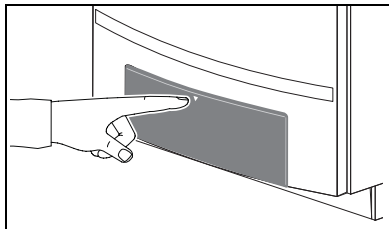

Fig. 24 Åbning af betjeningsfeltet
- Åbn betjeningsfeltet ved at trykke på det (→ fig. 24).